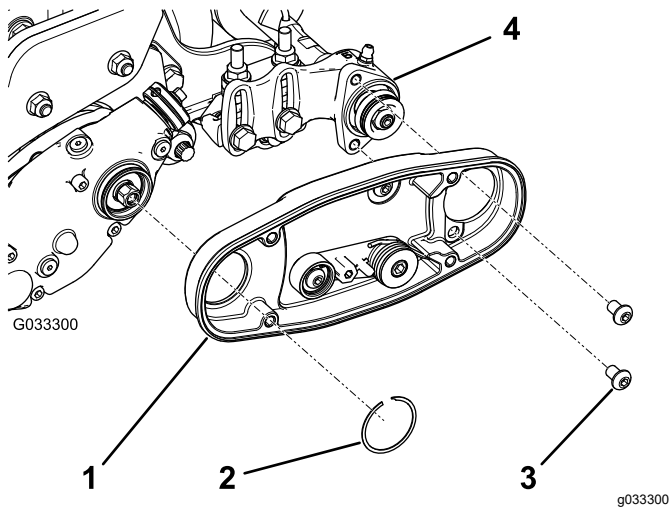

图 8
2. 安装左侧或右侧滚筒刷架 图 8。
注意 确保怠轮皮带轮组件按 图 8 中所示安装在底部。
3. 为 2 个螺栓 5/16 x 1/2 英寸涂抹 242 乐泰胶蓝色并用这两个螺栓将滚筒刷架安装到滚筒刷轴承座上图 8。
4. 用卡环将滚筒刷架固定至疏草刀驱动器外壳上图 8。